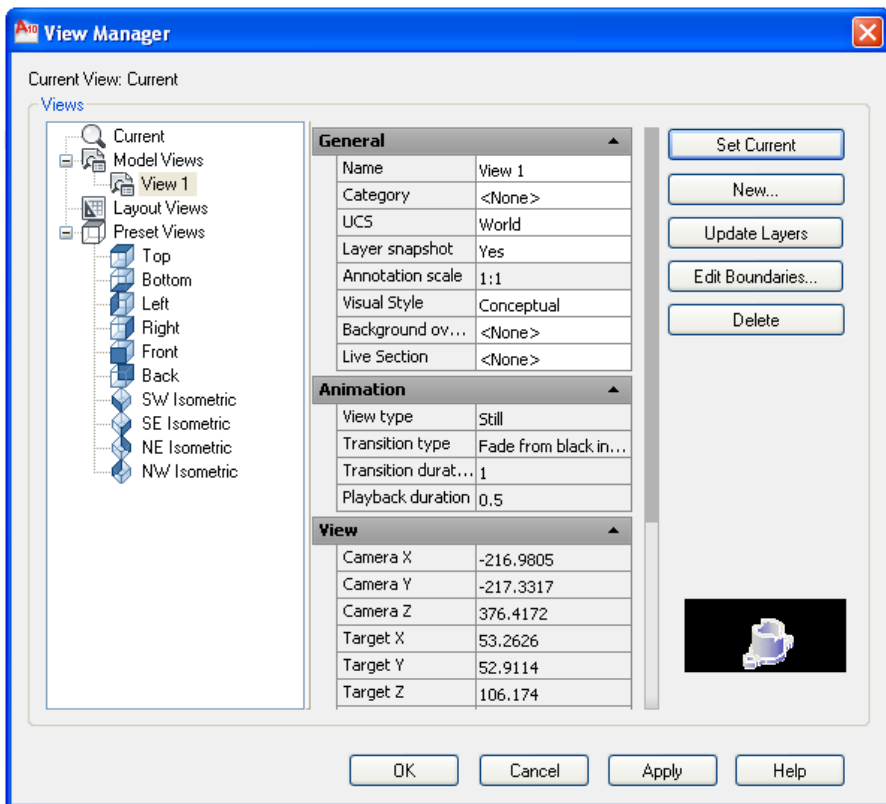
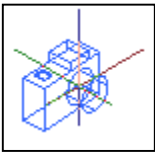
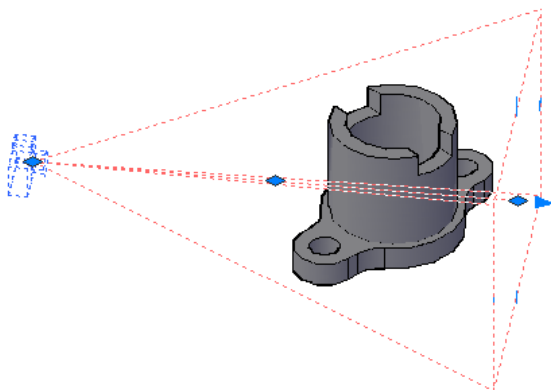

Рис. 10.11
Рис. 10.15
Рис. 10.16
**Named Views...** – збереження й відновлення іменованих виглядів у діалоговому вікні **View Manager** (рис. 10.11), що також можна відкрити з падаючого меню **View ► Named Views...**;
Диспетчер виглядів (View Manager) (див. рис. 10.11) відкривається введенням у командному рядку команди VIEW (Вид) або вибором пункту меню VIEW ► NAMED VIEW (Вид ► Именованные виды). У лівій частині діалогового вікна у вигляді дерева наведений список іменованих і стандартних виглядів, доступних у кресленні. Поточний вигляд також включений у дерево у вигляді верхнього елемента з ім'ям Current (Текущий).
У настроюванні перспективного вигляду важливу роль відіграє положення *камери*, яка є примітивом AutoCAD і з якою пов'язується перспективний вигляд, що відображається у диспетчері виглядів (див. рис. 10.11). У камери є своє зображення, зона дії, властивості. Вона може рухатися і тим самим генерувати вигляд, який динамічно змінюється і, в свою чергу, дає ефект анімації.
Одночасно на курсорі з'являється значок камери, який буде вбудований у креслення (рис. 10.15).
Після створення камери її ім'я з'являється в дереві виглядів (див. рис. 10.11). Це означає, що з камерою тепер зв'язаний вигляд, що у будь-який момент можна встановити в кресленні. Об'єкт камери показується спеціальним значком (див. рис. 10.15), що має фіксований розмір і не змінюється в процесі зумування креслення. Якщо камеру клацанням виділити як примітив, то вона відобразиться як умовний значок і покаже свою зону дії (рис. 10.16).